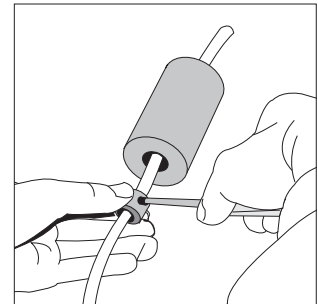

fig.3
- b) pour les éventuelles déplacements du contre poids le soulever et desserrer le grain qui bloque le manchon interne (fig.3). Faire glisser le manchon le long du câble jusqu'à la position désirée et repositionner le contre poids.